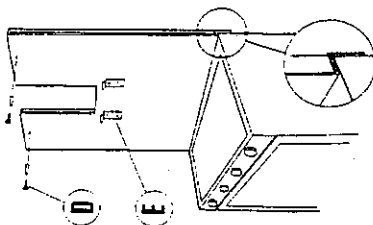

FIG.2
**Montage des Geräts auf Stahlrückwand** - Zunächst wird die Stahlrückwand über der Arbeitsplatte montiert. Hierzu wird der untere hintere Rand der Rückwand hinter die Arbeitsplatte eingeführt, bis die Rückwand fest auf der Arbeitsplatte aufsitzt (Abb.2). Anschließend wird die Rückwand durch die beiden Bohrungen am oberen Rand mit, für die Wand geeigneten, Dübeln und Schrauben an der Wand befestigt (Abb.2D). Die weitere Befestigung des Geräts auf der Stahlrückwand erfolgt analog zur Wandbefestigung (Abb.2E).